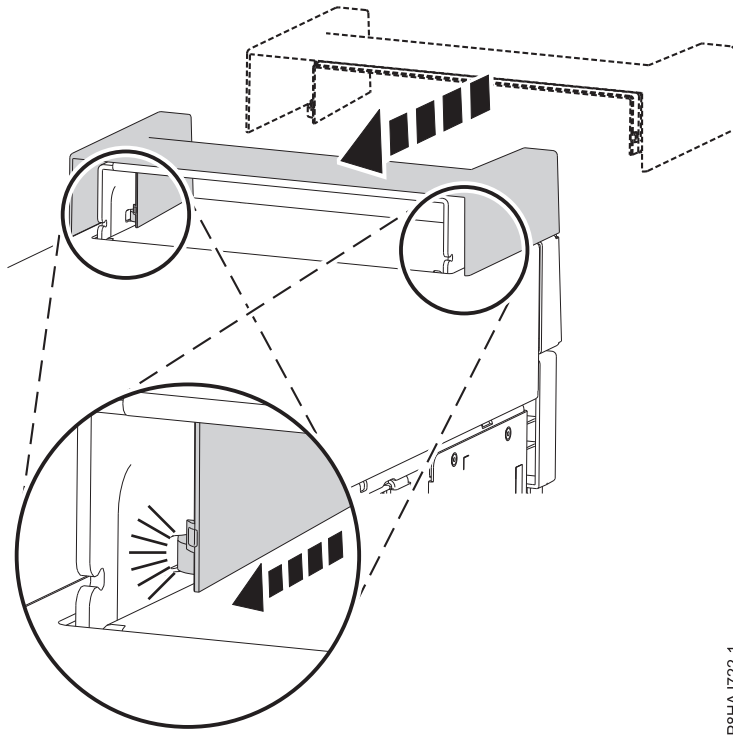

Abbildung 18. Befestigen der Griffabdeckung bei einem Standalone-System vom Typ 8286-41A
1. Befestigen Sie die Griffabdeckung an der internen RDX-Andockstation (FC EUA3), indem Sie sie in Richtung der Rückseite des Systems schieben. Siehe Abb. 18.